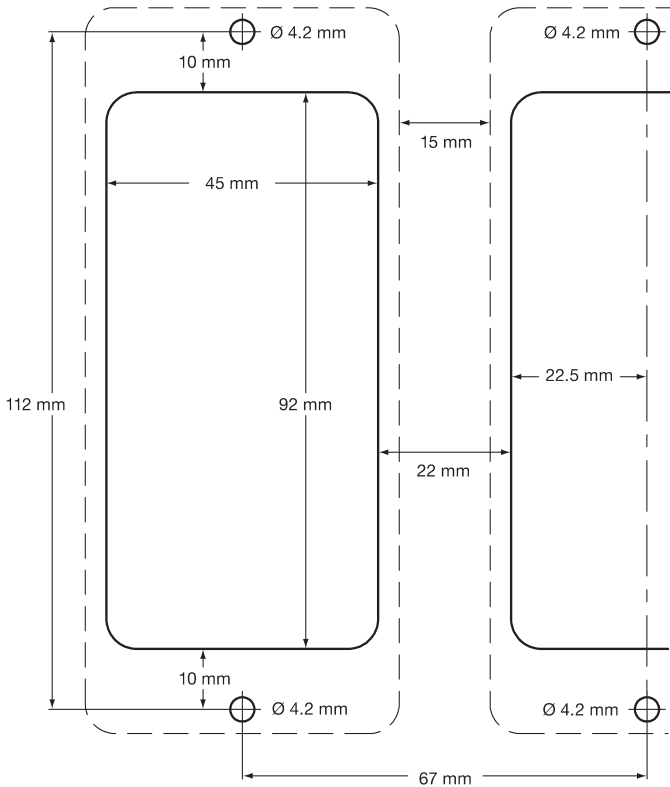

Fig. 11 - Dima di foratura telaio/pannello
- Fare due fori sul telaio come indicato in Fig. 11
- Tagliare il pannello nelle dimensioni fornite in Fig. 11 e fare i fori per le viti nella posizione indicata.